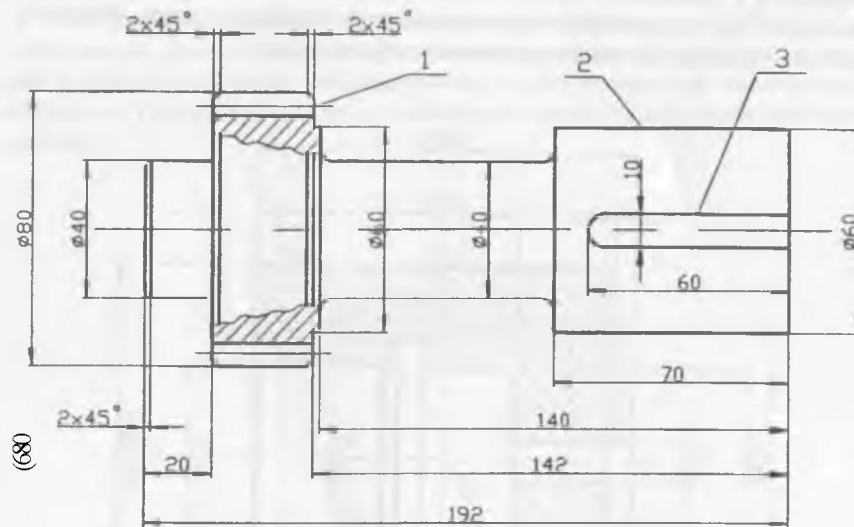

Рис. 9. Промежуточный вал. Материал – сталь 45
2. Приведите схемы обработки поверхностей 1, 2, 3 детали, чертеж которой дан на рис. 9. Для каждой схемы укажите названия станка, инструмента и зажимных приспособлений. Приведите эскизы инструмента для